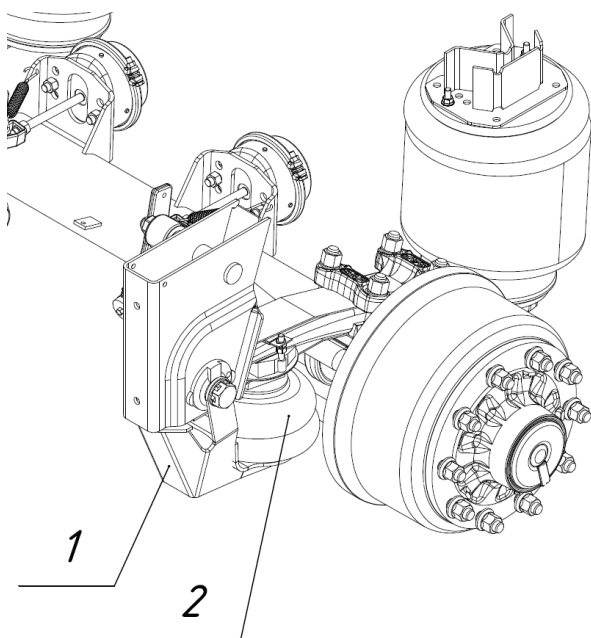

Рис. 1.7 - Механизм подъёма оси
Полуприцепы с пневматической подвеской оснащаются функцией подъёма первой оси (для типа 928010), или первой и четвёртой осей (для типа 928111), или первой и второй осей (для типов 928111) с помощью двустороннего механизма подъёма (рис. 1.7), состоящего из кронштейна (1), пневмоподушки (2) и крепёжных элементов.